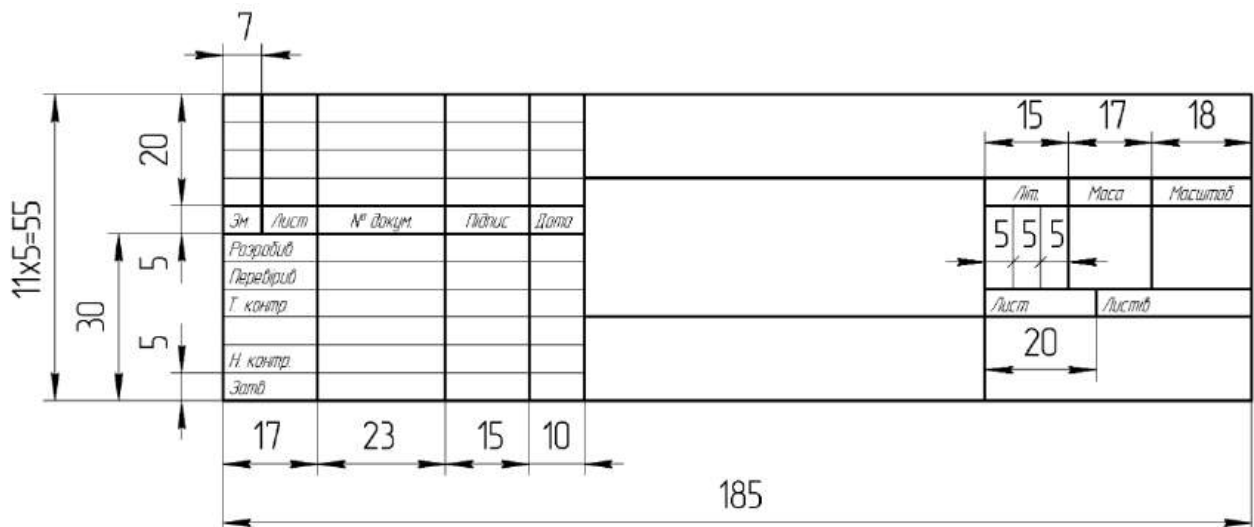

Рисунок 1
3. Заповнити основний напис згідно вимог до оформлення конструкторської документації (рисунок 1), своє прізвище в графі розробника та установу виконавця (КПІ ім. Ігоря Сікорського, ІХФ, каф. МАХНВ).
5. Згенерувати (шляхом рендерингу) зображення тривимірної моделі у максимально можливій якості (згідно ресурсів комп'ютера) й файл з розширенням JPEG назвою «Практичне завдання 18 Рисунок1».